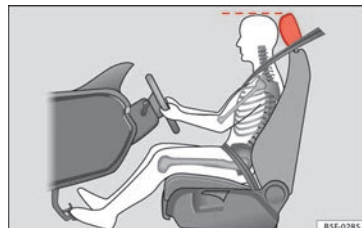

Abb. 83 Die richtige Kopfstelleneinstellung des Fahrers.
- Stellen Sie die Kopfstützen so ein, dass die Oberkante der Kopfstütze sich möglichst auf einer Linie mit dem oberen Teil Ihres Kopfes befindet » **Abb. 83.**